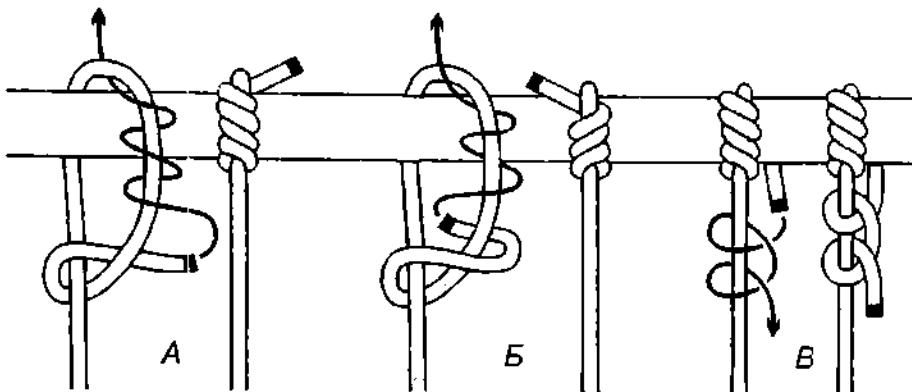

Рис. 655. А, Б – *плотницкий штык (удавка)*, завязанный на опоре; В – *плотницкий штык* с двумя полуштыками.
*Плотницкий штык* – это петля *удавка*, завязанная на опоре, поэтому он может быть завязан из *простого узла* (рис. 655 А) или из *восьмёрки* (рис. 655 Б) (из *самозатягивающегося узла* или *самозатягивающегося узла восьмёркой*), в зависимости от того, в какую сторону ложатся шлаги – по часовой или против часовой стрелки. При завязывании *плотницкого штыка* кладётся от 2 до 6 шлагов. Чтобы узел хорошо держал, обычно достаточно трёх
шлагов. Если верёвка крепится к более толстой опоре, то вяжется большее количество шлагов. *Плотницкий штык* надёжен, если к тросу приложена постоянная тяга, поэтому при более продолжительной работе и переменной нагрузке можно добавить контрольные полуштыки вокруг коренного конца (рис. 655 В). *Плотницкий штык* можно использовать и в качестве стопорного узла (*удавка-стопор*) и в качестве затягивающейся петли (*петля удавка*).